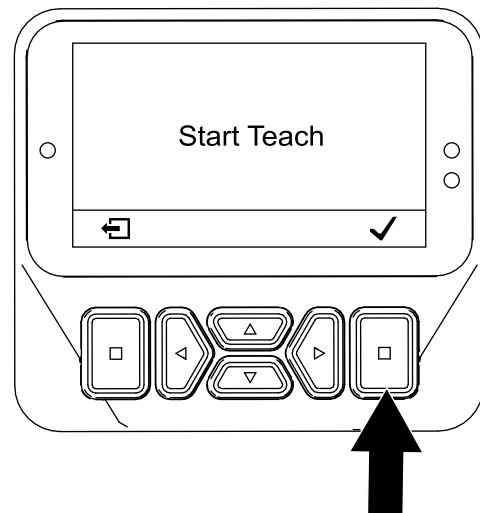

Bild 63
5. Drücken Sie auf dem Bildschirm OK DRÜCKEN, UM MIT DEM EINLERNEN ZU BEGINNEN (Bild 63) die Auswahl Taste.